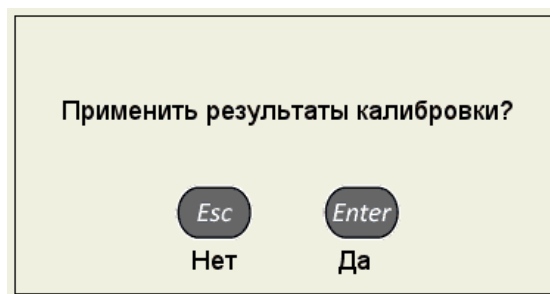

Рисунок 36
– нажать клавишу . Откроется подтверждающее окно (рисунок 36).